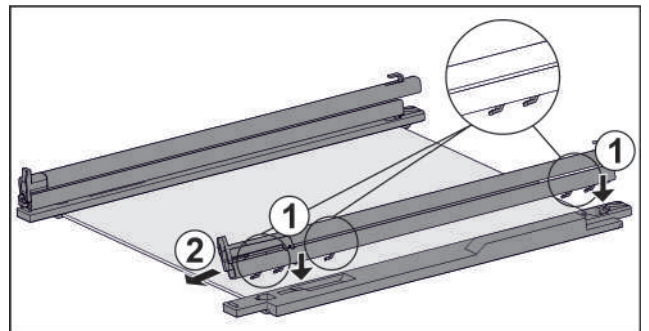

Fig. 38 Glasplatte mit Schienen und Halteteilen
- ▶ Haken der Schiene auf die Öffnungen des **linken** Halteteils setzen. Fig. 38 (1)
- ▶ Schiene nach vorne ziehen. Fig. 38 (2)
- ▶ Haken der Schiene auf die Öffnungen des **rechten** Halteteils setzen. Fig. 38 (1)